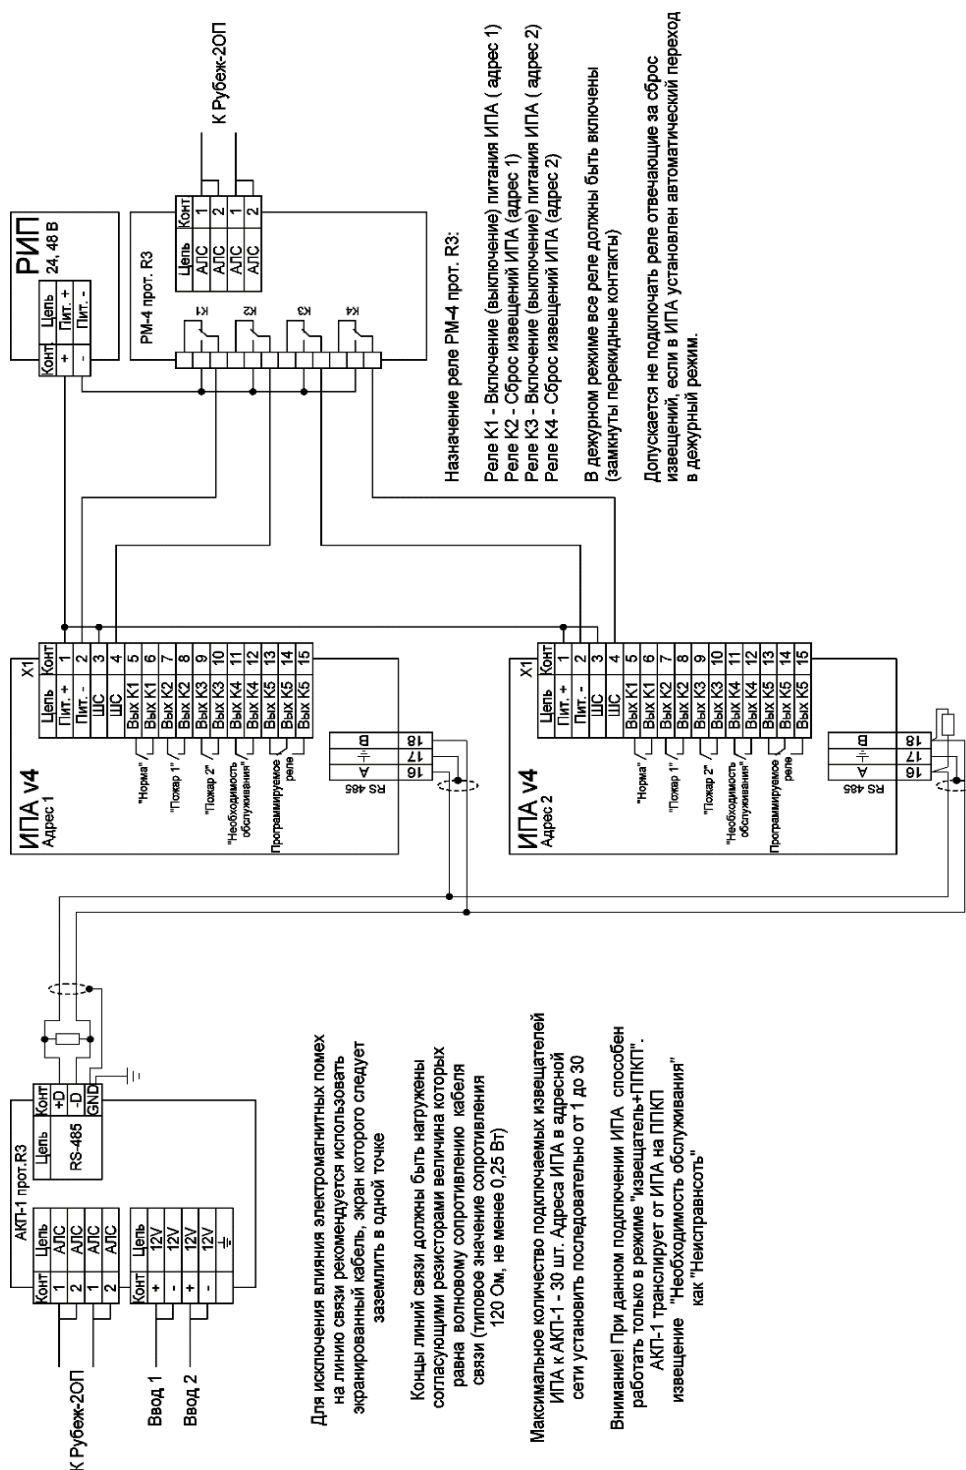

Рисунок 18 – Схема подключения к системе «Рубеж»
17.3 Схема подключения к системе «Рубеж» (протокол R3) через АКП (рисунок 18).